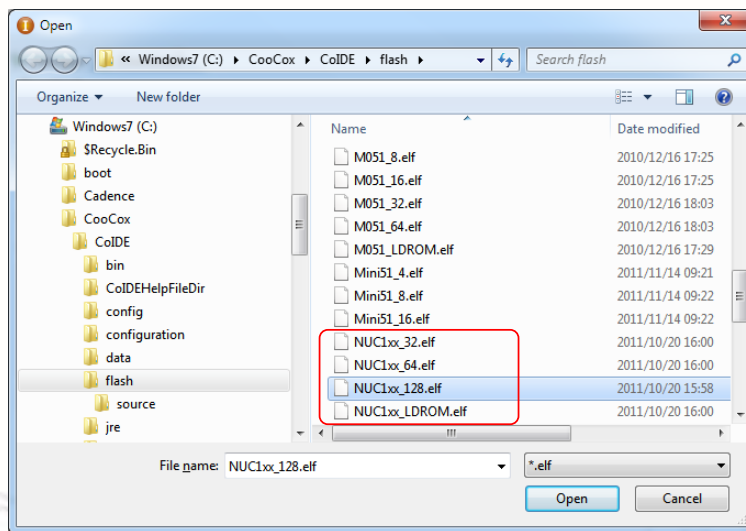

Figure 4-22 Set the Programming Algorithm File for CoCoX CoIDE
Step 5: 确认烧录程序烧录到 APROM 或者 LDR0M, 选择 *NUC1xx_128.elf* 或者 *NUC1xx_LDR0M.elf* 文件 (NUC100 系列对应于此), 参见如下的 Figure 4-22; “32, 64, or 128”意思是APROM的容量大小. 如果没有找到指定的文件, 将指定以下路径 “C:\CooCox\CoIDE\flash”.